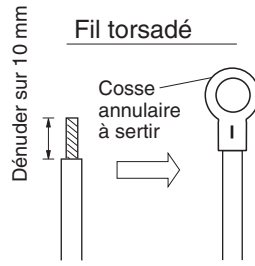
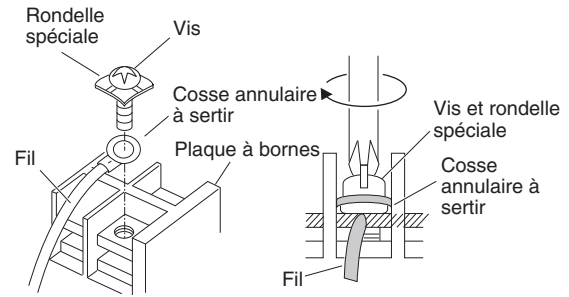

Fig. 4-7
Fig. 4-8
- (1) Coupez l'extrémité de câble avec une pince coupante, puis dénudez l'isolant pour exposer les fils torsadés sur environ 10 mm, et bien torsadez les brins du fil. (Fig. 4-7)
- (2) Au moyen d'un tournevis cruciforme, enlevez la ou les vis de borne de la plaque à bornes.
- (3) Avec une pince à sertir pour cosse annulaire ou des pinces, sertissez solidement une cosse annulaire sur chaque extrémité de fil dénudée.
- (4) Positionnez la cosse annulaire à sertir, puis remettez en place et serrez la vis de borne enlevée avec un tournevis. (Fig. 4-8)